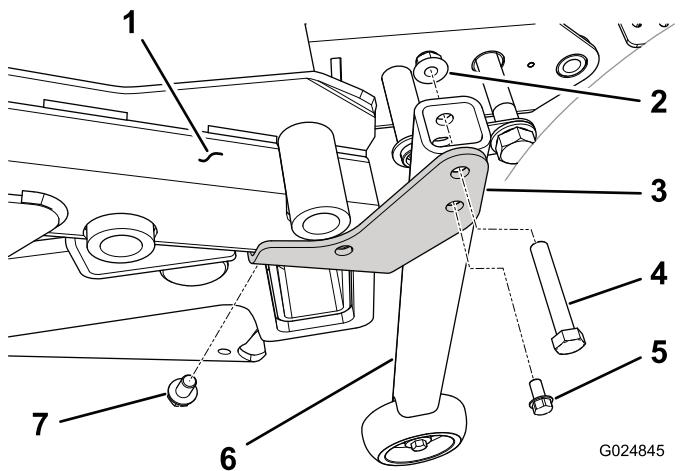

Figure 48
3. Pour les groupes de déplacement dont le numéro de série est postérieur à 31300001, fixez un support de conversion (droit ou gauche) à la face inférieure du coin arrière approprié du cadre du plateau au moyen d'une vis autotaraudeuse ($\frac{3}{8}$ " x $\frac{5}{8}$ ") (Figure 48).
4. Fixez le galet à chaque support de conversion à l'aide d'un boulon ($\frac{3}{8}$ " x $2\frac{1}{4}$ ") et d'un écrou à embase (Figure 48).